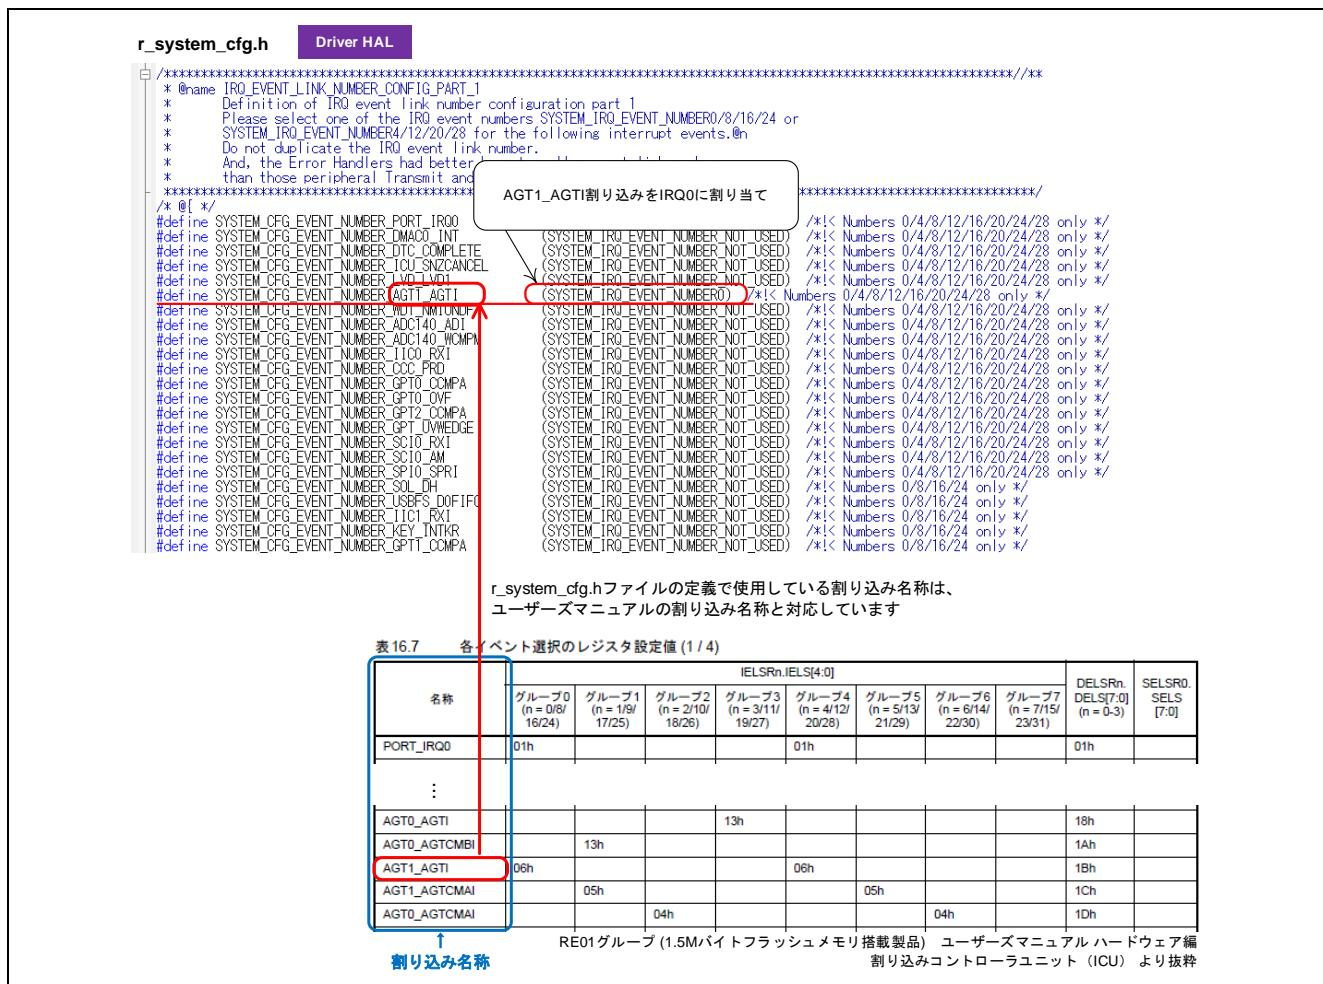

図 6-11 割り込み名称の確認方法と IRQ 番号の割り当て例
- 設定例： AGT1 の割り込み AGT1_AGT1 を、IRQ0 に割り当てる場合の設定例を図 6-11 に示します